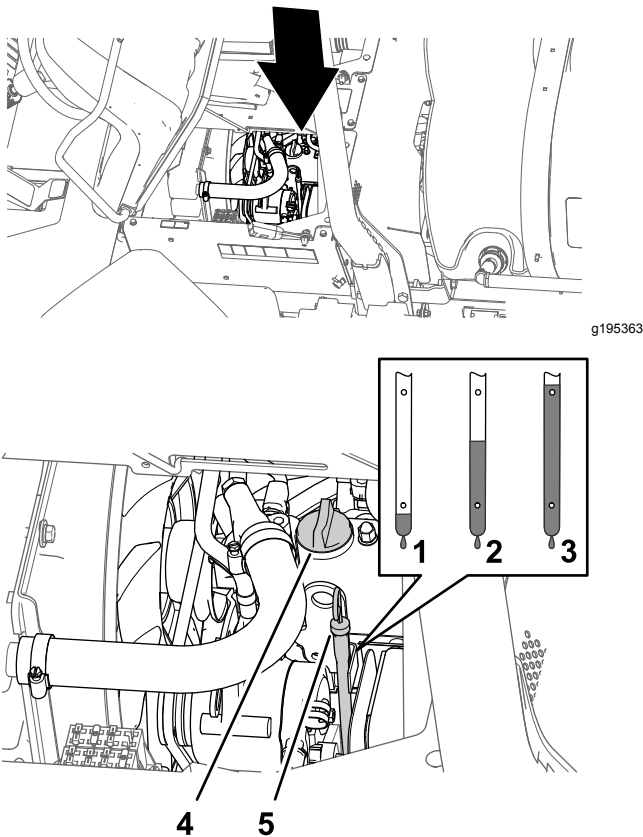

Figura 74
2. Retire la varilla, ubicada debajo del asiento del pasajero, y límpiela con un paño limpio (Figura 74).
3. Si el nivel de aceite es bajo, retire el tapón de llenado de la tapa de válvulas (Figura 74) y vierta aceite por el cuello de llenado hasta que el aceite llegue a la marca Lleno de la varilla.
4. Coloque el tapón de llenado de aceite (Figura 74).
5. Coloque la varilla firmemente (Figura 74).